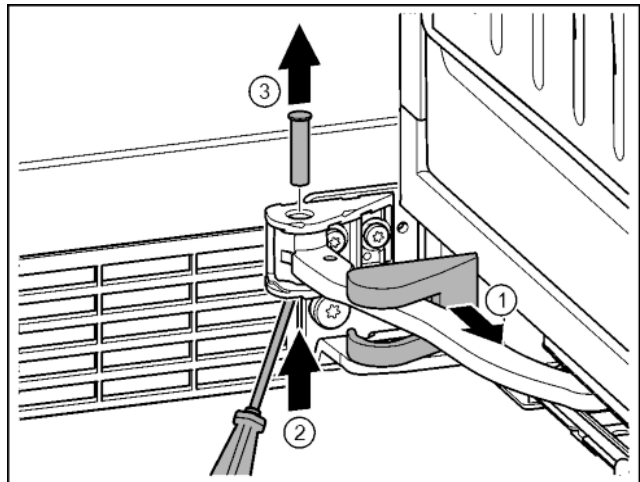

Fig. 15
- ▶ Stáhněte kryt stojanu ložiska a posuňte podél kloubu. Fig. 15 (1)
- ▶ Čep zespodu nadzvedněte prstem nebo šroubovákem. Fig. 15 (2)
- ▶ Šroubovákem zajedťte pod hlavu čepu a vytáhněte. Fig. 15 (3)